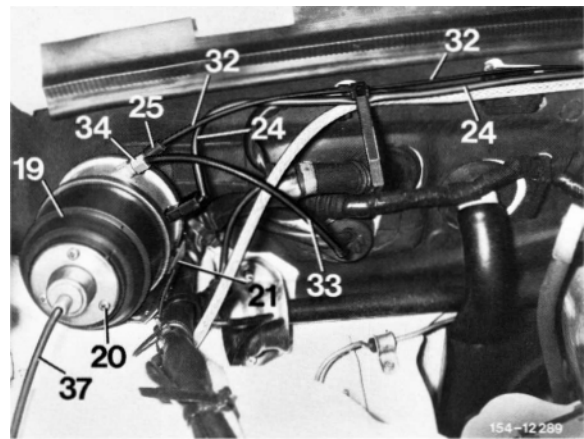

Bild 8
17 Regelgerät (19) am Halter (21) mit den Teilen (22 und 23) anschrauben (Bild 8).
18 Halter (21) mit Regelgerät (19) nach Bild 8 am rechten Radeinbau mit den Teilen (17 und 18) anschrauben.